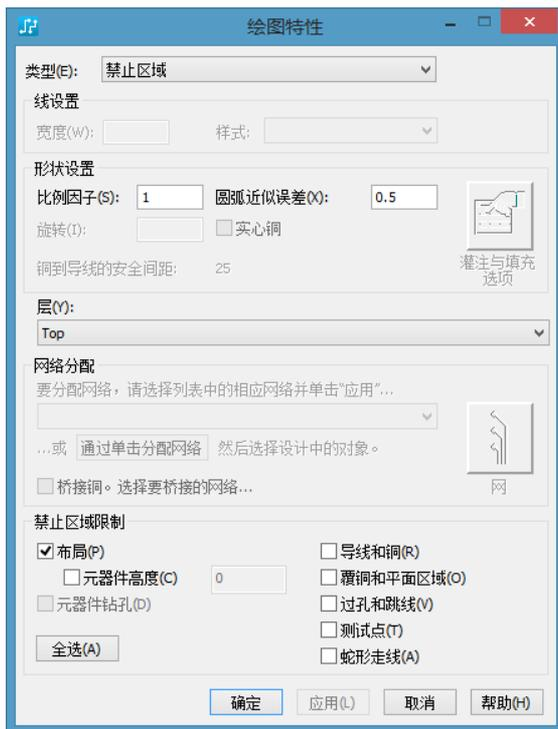

图 10-5 “绘图特性”窗口
(6) 可以选中该组件隔离区进行编辑。框选该区域, 单击鼠标右键, 在弹出的快捷菜单中选择“特性”命令, 弹出如图 10-5 所示的“绘图特性”窗口, 用户可以根据需要进行编辑。